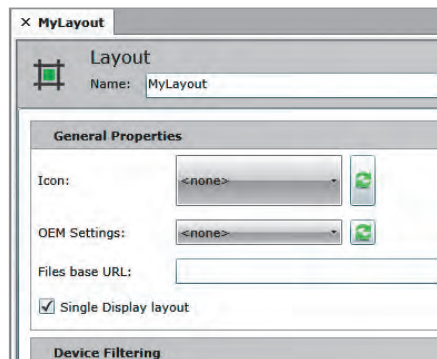

Рис. 4. Новый макет
4. Присвойте макету имя. Поставьте галочку возле *Single Display Layout* (Макет с одной экранной формой). Должно получиться примерно так, как показано на рис. 4. Нажмите *Apply* (Применить).